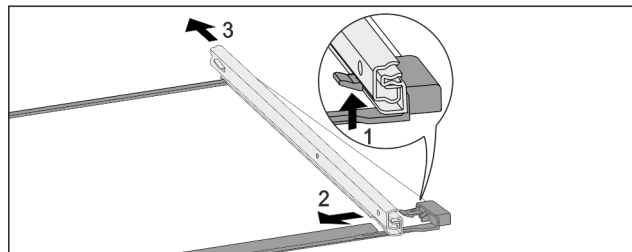

Fig. 143 Tablette en verre avec rails
- Pousser le crochet d'enclenchement avant vers le bas. Fig. 143 (1)
- Pousser le rail télescopique vers le côté Fig. 143 (2) et vers l'arrière Fig. 143 (3).